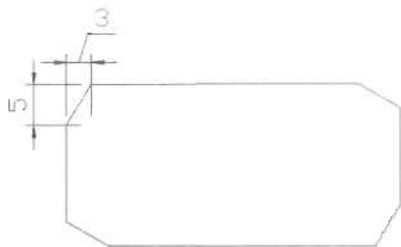

图 3-29
倒角 (C): 设置矩形的倒角距离, 用于绘制倒角矩形, 如图 3-29 所示, 命令提示如下。